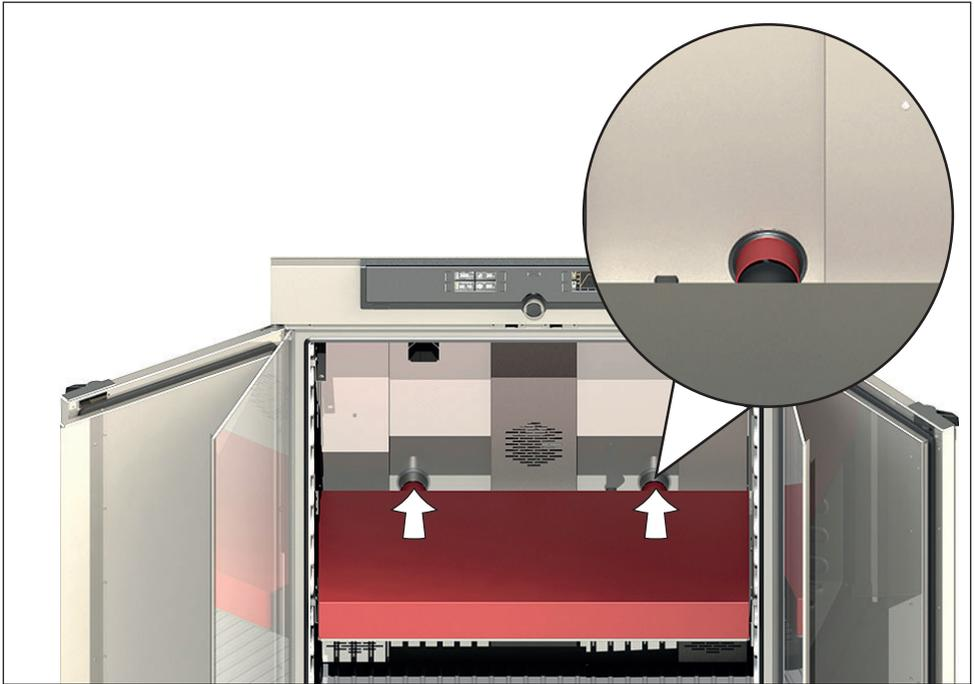

Fig. 36 Introduzca de nuevo la caja de iluminación
- Introduzca de nuevo la caja de iluminación en el equipo. Al hacerlo, introduzca los dos soportes de la refrigeración de la lámpara en los conductos en la parte trasera del equipo hasta que encajen (Fig. 36).